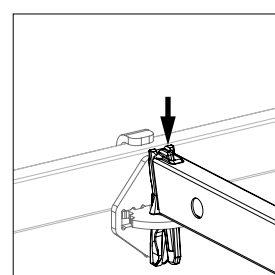

Abb. A11.06h
5. Keile der Horizontalriegel festschlagen. (Abb. A11.06h)